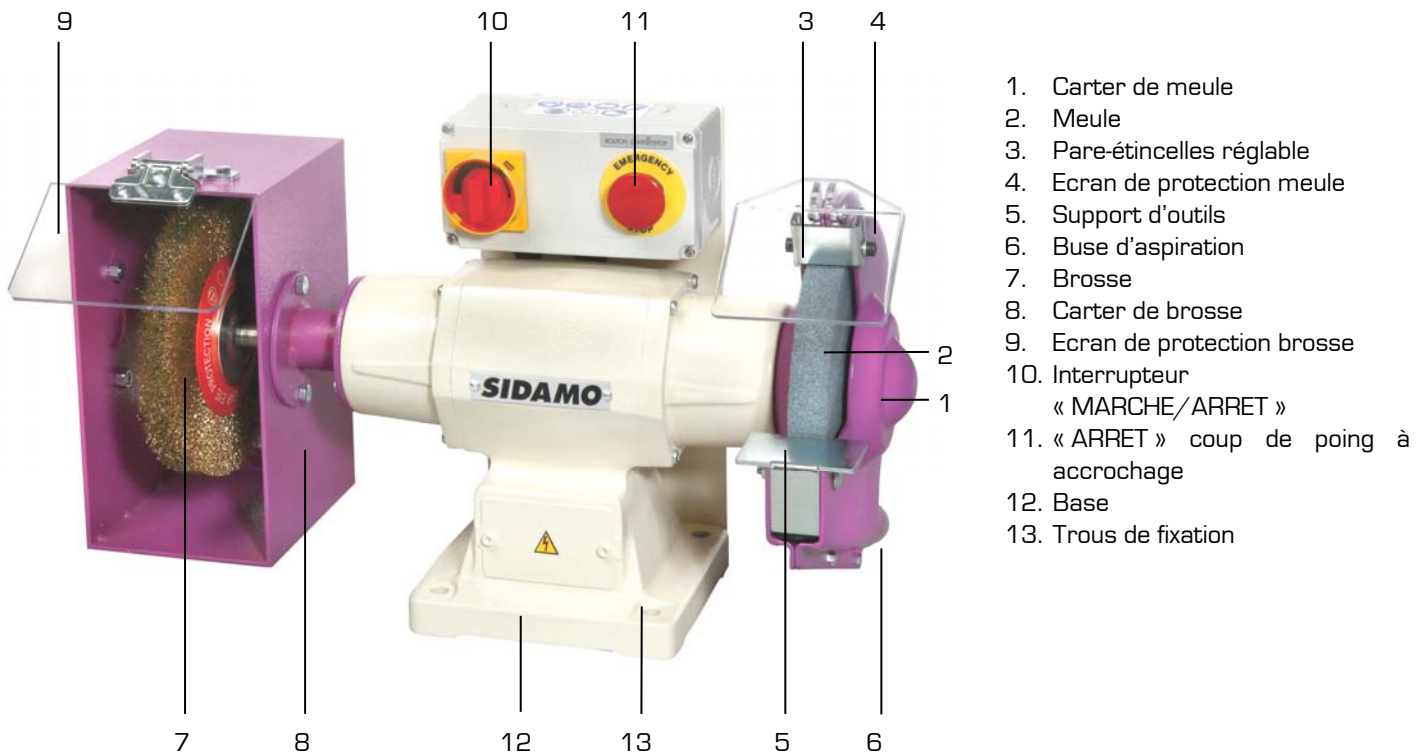

Figure 1
3. Fixer le touret sur le socle ou sur l'établi en introduisant 4 vis (M6) dans les trous (13 fig.1) puis les bloquer fermement au moyen d'écrous appropriés.
1. Fixer le pare-étincelles (3 fig.1) sur le carter de meule (1 fig.1) et le régler à **5 mm** au maximum du bord périphérique de la meule.
2. Extraire du sachet contenu dans l'emballage les écrans de protection transparents (4 et 9 fig.1) puis les fixer sur les carters (1 et 8 fig.1) et les régler de façon à protéger l'opérateur.
3. Fixer le support d'outils (5 fig.1) sur le carter de meule (1 fig.1) et le régler à **2 mm** au maximum du bord périphérique de la meule.
2. Démonter le pare-étincelles (3 fig.1), l'écran de protection (4 fig.1) et le support d'outils (5 fig.1).